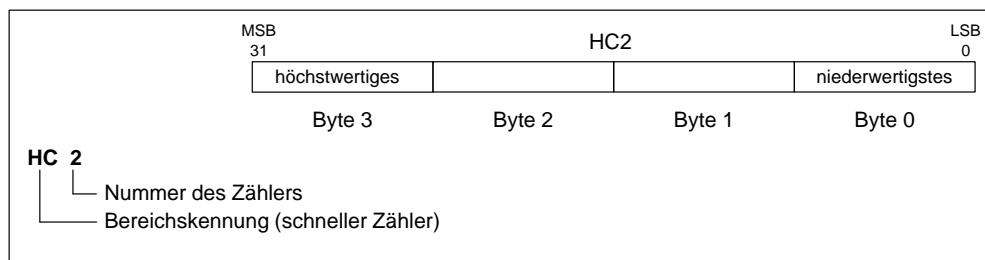

Bild 10-15 Zugriff auf den aktuellen Wert eines schnellen Zählers
Wenn Sie auf den Zählwert eines schnellen Zählers zugreifen möchten, geben Sie die Adresse des schnellen Zählers mittels des Speicherbereichs (HC) und der Nummer des Zählers (z. B. HC0) an. Der aktuelle Wert eines schnellen Zählers ist schreibgeschützt und kann nur im Doppelwortformat (32 Bit) adressiert werden (siehe Bild 10-15).